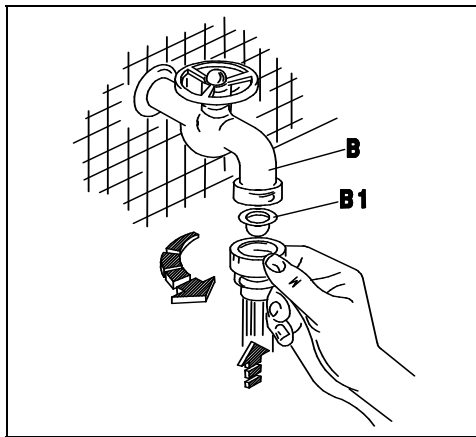
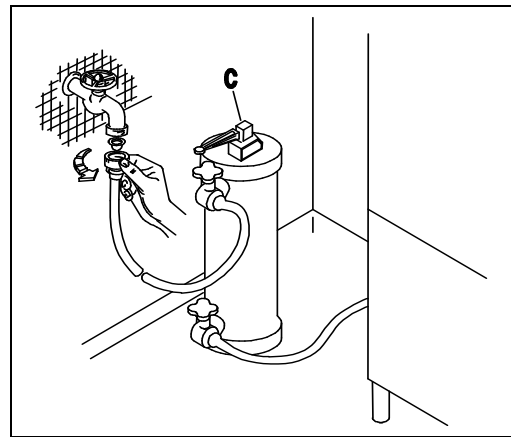
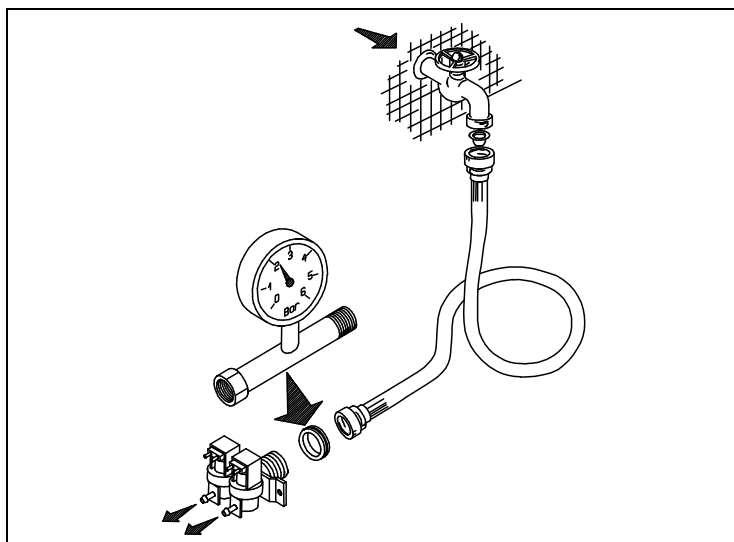
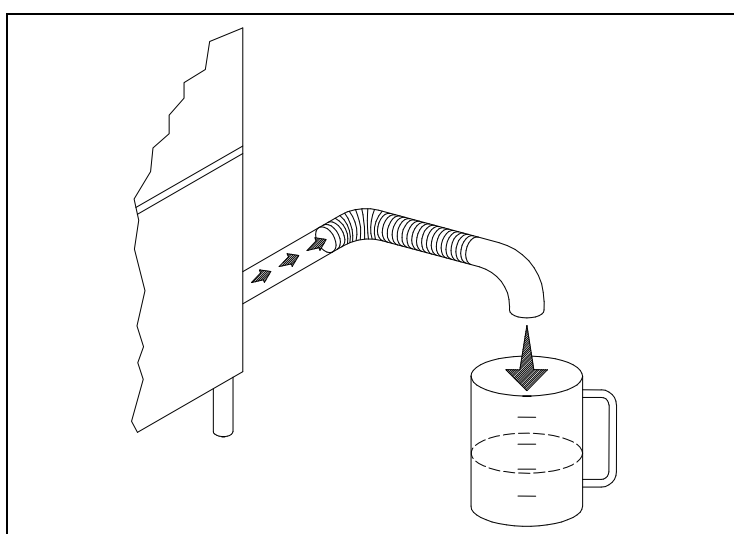

Fig. 2-2
Fig. 2-3
Fig. 2-4
Fig. 2-5
- L'apparecchio è previsto per l'allacciamento all'acqua fredda o calda (max 50 ÷ 55°C), con una pressione a valvola aperta come indicato nella Tab. 2-1. In caso di pressione superiore alla massima consigliata, bisogna installare un riduttore di pressione. In caso di pressione inferiore alla minima consigliata, bisogna installare una pompa di aumento pressione di max 0.5 Hp, con una portata di 20 L/min ed una prevalenza di 15÷20 mt.. Il controllo della pressione deve essere effettuato all'ingresso dell'elettrovalvola (ved. fig.2-4). La condotta dell'acqua deve avere un diametro interno di almeno 16/18 mm (ved.fig.2-5). Collegare il tubo di carico acqua dell'apparecchio ad un rubinetto d'intercettazione (B), posto preferibilmente nelle immediate vicinanze dell'apparecchio, interponendo l'apposito filtro in dotazione (B1) (ved. fig.2-2). Per acque con durezza media superiore ai 10/12°F (5,5/7°D) è consigliata l'installazione di un decalcificatore (C) (non in dotazione), montato a monte dell'elettrovalvola della macchina (ved.fig.2-3).
- The appliance is designed for connection to the cold or hot water supply (max. 50 55°C) at a mains pressure with the valve open as shown in Table 2-1 and a minimum output of 10 litres/min. If pressure exceeds the maximum, fit a pressure reducer. If pressure is lower than the minimum, fit a pressure booster pump of max. 0.5 HP, with an output of 20 litres/min. and a head of 15÷20 metres. Pressure must be measured at the solenoid valve inlet (see fig. 2-4). The water pipes must have an internal diameter of at least 16/18 mm (see fig. 2-5). Connect the appliance water supply pipe to a cut-out tap (B), preferably placed close to the appliance, fitting the special filter provided (B1) (see fig. 2-2). For water with medium hardness above 10/12°F (5,5/7°D), installation of a decalcifier (C) (not provided) is recommended, assembled upstream of the machine's electrovalve (see fig. 2-3).
- Das Gerät ist für den Anschluss an Warm-und Kaltwasser (max. 50-55°C) vorgesehen, wobei der Druck bei offenem Ventil dem in Tab. 2-1. Bei höherem Druck als dem empfohlenen einen Druckminderer installieren. Bei niedrigeren Druck als empfohlen eine Druckerhöhungspumpe mit max. 0,5 PS , einer Förderleistung von 20l/min und einer Förderhöhe von 15-20m installieren. Die Druckkontrolle muss am Eingang des Elektroventils erfolgen (siehe Bild 2-4). Die Wasserleitung muss einen Innendurchmesser von mindestens 16/18 mm aufweisen (siehe Bild 2-5). Den Zulaufschlauch des Gerätes an einen möglichst nahegelegenen Wasserhahn (B) anschliessen und den vorgesehenen Filter (B1) anbringen (siehe Bild 2-2). Für Wasser mit einer durchschnittlichen Härte von 10/12°F (5,5/7°D) wird die Installation eines Entkalkers (C) empfohlen (nicht im Lieferumfang enthalten), der oben am Elektroventil der Maschine montiert wird (siehe Bild 2-3).
- L'appareil peut être raccordé à l'eau froide ou chaude (50:55°C max) à une pression, soupape ouverte, comme indiqué dans le Tableau 2-1. Si la pression dépasse la pression maximum conseillée, il faut installer un réducteur de pression. Si la pression est inférieure à la pression minimum conseillée, il faut installer une pompe pour faire augmenter la pression de 0,5 Hp max., à un débit de 20 litres /min et à une hauteur d'élévation de 15-20 m. Le contrôle de la pression sera effectué à l'entrée de l'électrovanne (voir fig. 2-4). Les conduites d'eau auront un diamètre interne d'au moins 16/18 mm (voir fig. 2-5). Raccorder la conduite d'arrivée de l'eau de l'appareil à un robinet secondaire (B), installé si possible tout près de l'appareil, après avoir intercalé le filtre spécial fourni (B1) (voir fig. 2-2). Pour une eau d'une dureté moyenne supérieure à 10/12°F (5,5/7°D) il est conseillé d'installer un détartreur (C) (non fourni), monté en amont de l'électrovanne de la machine (voir fig. 2-3).
- Este aparato se puede alimentar con agua caliente o fría (máx. 50 ÷ 55°C); la presión del agua con válvula abierta está indicada en la Tabla 2-1. En caso de que la presión fuera superior a la máxima que se aconseja, instale un reductor de presión; si fuera demasiado baja, instale una bomba de aumento de presión de 0,5 Hp (máximo), con un caudal de 20 litros por minuto y una altura de elevación de 15 a 20 m. El control de la presión se debe efectuar en la entrada de la electroválvula (véase fig. 2-4). La tubería del agua debe tener un diámetro interior de 16-18 m. por lo menos (véase fig. 2-5). Conecte el tubo de alimentación del agua del aparato a un grifo de paso (B), que irá montado preferentemente muy cerca del aparato, tras interponer el filtro (B1) del equipamiento base (véase fig. 2-2). Para aguas con dureza media inferior a los 10/12°F (5,5/7°D) se recomienda instalar un descalcificador (C) (no incluido en el suministro), instalado aguas arriba la electroválvula del equipo (véase fig. 2-3).
- O aparelho é predisposto para ser alimentado com água fria ou quente (máx 50-55°C), com uma pressão, com a válvula aberta, como indicado na Tab. 2-1 e com um fluxo de 10 lt/min. No caso de uma pressão superior à máxima indicada, é necessário instalar um redutor de pressão. No caso de a pressão ser inferior à indicada, é necessário instalar uma bomba de máx 0,5 Hp, com um fluxo de 20 lt/min. O controle da pressão deve ser efetuado na entrada da electroválvula (ver figura 2-4). O tubo de água ou mangueira deve ter um diametro interno de pelo menos 16/18 mm (ver fig. 2-5). Conectar o tubo de alimentação de água do aparelho à uma torneira de fechamento manual (B), colocada de preferencia proxima ao aparelho, conectando o filtro em dotação (B1) (ver fig. 2-2). Para a água com dureza média abaixar a 10/12 ° F (5,5 / 7 ° D) recomendamos a instalação de um purificador de água (C) (não incluído na entrega), a válvula solenóide instalado a montante do equipamento (ver fig. 2-3).
- Het apparaat is geschikt voor aansluiting op warm of koud water (max. 50 - 55°C), met een druk bij geopend ventiel zoals aangegeven in Tab. 2-1. Bij een hogere druk dan de geadviseerde maximum druk moet er een drukregelaar geïnstalleerd worden. Bij een lagere druk dan de geadviseerde minimum druk moet een drukverhogingspomp van max. 0,5 HP geïnstalleerd worden met een opbrengst van 20 l/min en een opvoerhoogte van 15-20 m. De controle van de druk moet op de ingang van het elektroventiel gecontroleerd worden (zie afb. 2-4). De waterslang moet een inwendige diameter van ten minste 16/18 mm hebben (zie afb. 2-5). Sluit de watertoevoerslang van het apparaat aan op een afsluitkraan (B) die bij voorkeur dicht bij het apparaat geplaatst moet zijn en zet het speciale meegeleverde filter (B1) ertussen (zie afb. 2-2). Voor water met een gemiddelde hardheid boven de 10/12 ° F (5,5 / 7 ° D), wordt de installatie van een ontkalker (C) (niet meegeleverd) aanbevolen, stroomopwaarts van electroklep de machine gemonteerd (zie afb. 2-3).